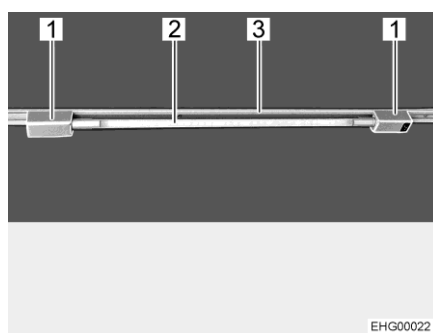

Bild 28 Röhrenleuchte
- Beide Halter (Bild 28,1) in die Schiene (Bild 28,3) einsetzen. Dazu die Halter um 90° drehen.
- Leuchtenkörper (Bild 28,2) in einen der Halter stecken.
*Röhrenleuchte drehen:* ■ Leuchtenkörper (Bild 28,2) drehen, bis die gewünschte Leuchtwirkung erreicht ist.